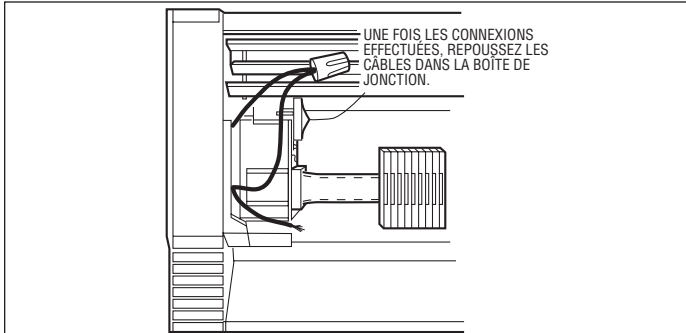

Figure 8. Connexions effectuées par l'ouverture de la boîte de jonction
- Si le branchement doit être fait dans une boîte de jonction intermédiaire de la file, il est plus simple d'effectuer les connexions avant de fixer les radiateurs au mur. S'il n'est pas possible de procéder ainsi, on peut effectuer les connexions par l'ouverture des boîtes de jonction une fois les couvercles frontaux enlevés (voir la figure 8).